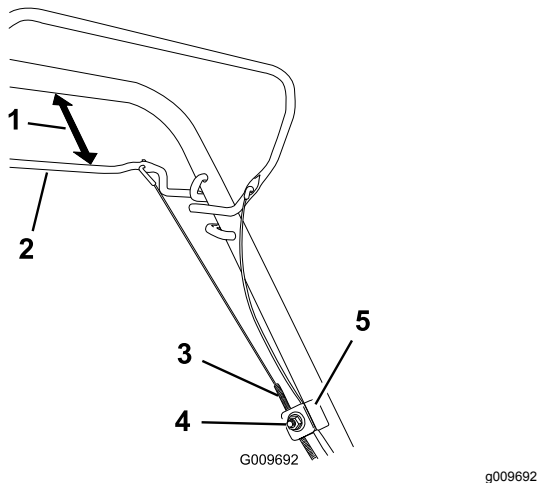

Bild 32
1. Lösen Sie die Kabelstützenmutter (Bild 32).
2. Halten Sie den Selbstantriebsbügel 25 mm bis 38 mm vom Holm entfernt (Bild 32).
3. Ziehen Sie den Kabelmantel (zur Maschine), bis das Kabel stramm ist (Bild 32).